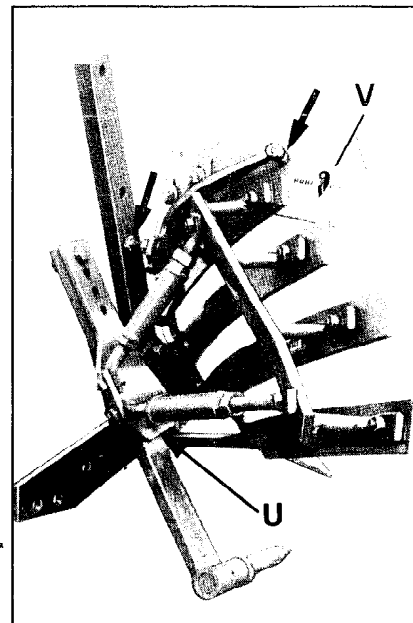

Fig. 9
## **DEFLECTEURS (V, fig. 9)**
**Instructions concernant les dents sous-soleuses:** la pose de la charrue sur les dents sous-soleuses est interdite en raison du manque de stabilité de la charrue. Il faut donc dévisser le boulon de cisaillement U (fig. 9) du sous-soleur et le basculer vers l'arrière.